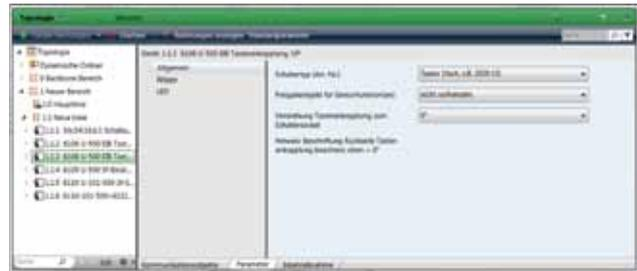

Bild 20. Parameterfenster
- Einstellen der Parameter der KNX Produkte entsprechend den Erfordernissen; bei Tastern muss z.B. festgelegt werden, ob es sich um einen Dimmtaster, einen Jalousietaster oder um einen einfachen Taster zum Schalten von Licht handelt (Bild 20). Bei Aktoren wird über die Parameter dessen Verhalten festgelegt, z.B. ob Zeitfunktionen vorgesehen sind oder mit welcher Geschwindigkeit ein Dimmer seinen neuen Wert anfahren soll.